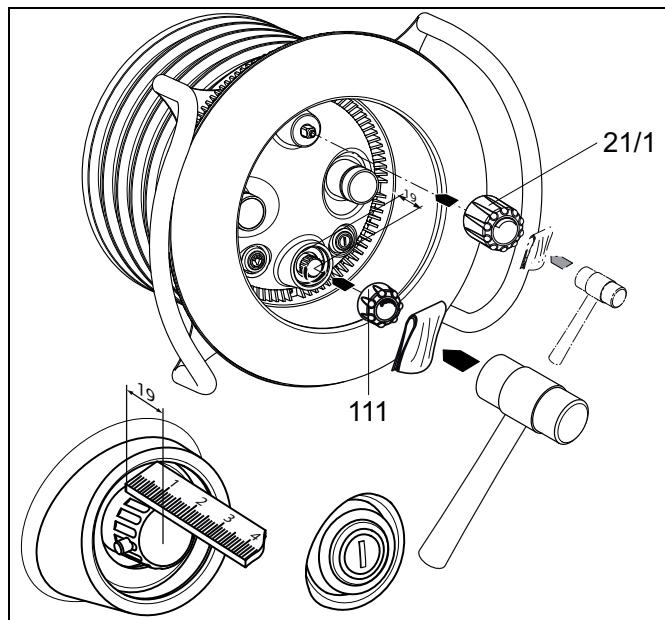

Abb.13
12. Kappe für Mengen- (**21/1**) und Luftregulierung (**111**) mit Hilfe eines Gummi-Hammers und eines Schutztuches befestigen (Abb.13).